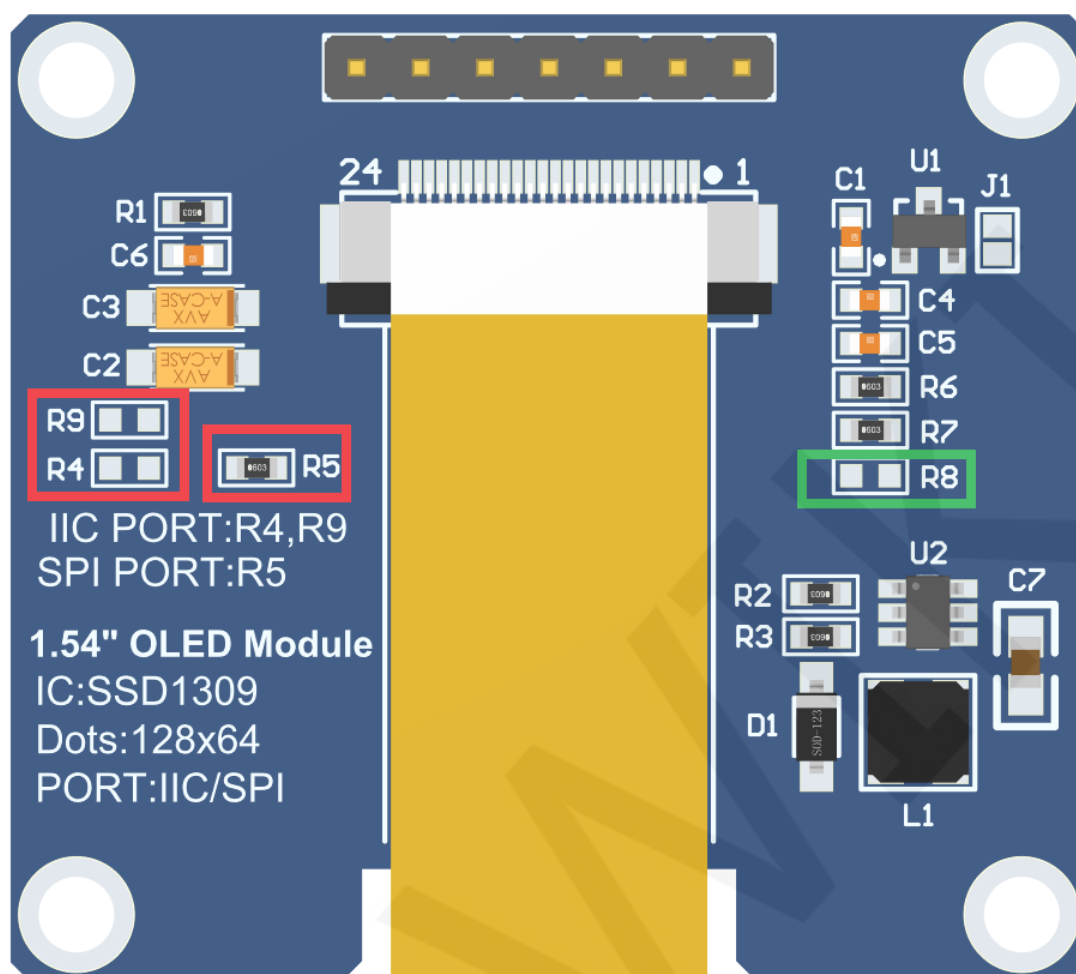

图2. 模块背面图
- 1、本模块支持IIC和4线制SPI接口总线模式切换（如图2红框内所示），具体说明如下：
- 3、焊接R8电阻（如图2绿框内所示），则CS引脚不需要接。